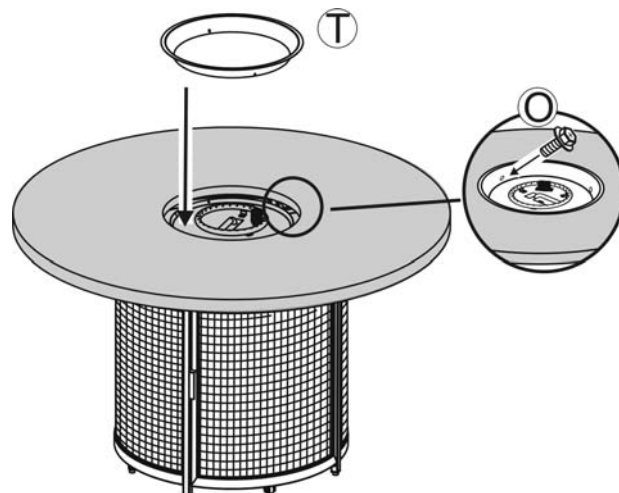

Figura 3
3. Coloque el anillo protector de la bandeja del quemador en el quemador de la base del fogón como se muestra en la Figura 3. Asegure el anillo protector de la bandeja del quemador a la bandeja del quemador utilizando los tres tornillos M4.